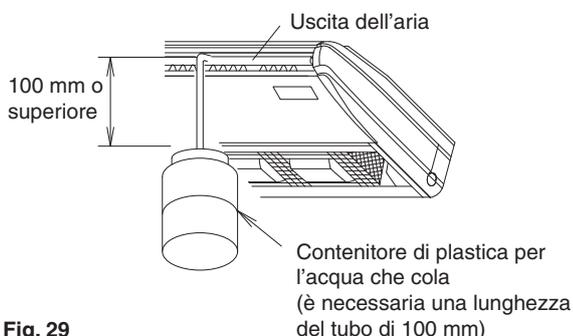

Fig. 29
(2) Una volta completata la posa in opera delle tubazioni, controllare che lo scarico defluisca senza ostacoli.
- Aggiungere gradualmente circa 0,6 litri di acqua per la conferma dello scarico nella vaschetta di scarico dall'uscita dell'aria. **(Fare riferimento alla Fig. 29)**